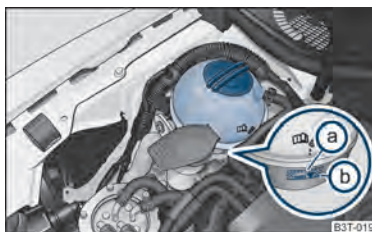

Abb. 174 Motorraum: Kühlmittelausgleichbehälter
- Prüfen Sie den Kühlmittelstand am Kühlmittelausgleichbehälter ⇒ **Abb. 174**. Der Kühlmittelstand muss bei kaltem Motor zwischen den Markierungen **(b)** (MIN) und **(a)** (MAX) liegen. Bei warmem Motor kann er auch etwas über der Markierung **(a)** (MAX) liegen.
- Legen Sie einen Lappen auf den Verschlussdeckel des Kühlmittelausgleichbehälters ⇒ **Abb. 174** und schrauben Sie den Deckel **vorsichtig** links herum ab ⇒ .
Füllen Sie das Kühlmittel nicht über die Marke **(a)** (max.) ⇒ **Abb. 174!** Überschüssiges Kühlmittel wird bei Erwärmung durch das Überdruckventil im Verschlussdeckel des Kühlmittelausgleichbehälters aus dem Kühlsystem gedrückt.